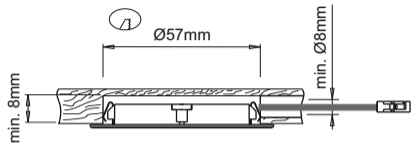

Fig 1
- To flush mount the device, bore a $\varnothing 57\text{mm}$ hole $\geq 8\text{mm}$ deep on the installation surface and then, if necessary, bore a $\varnothing \geq 8\text{mm}$ exit hole for the power supply cable as illustrated in figure 1.
- Für den Einbau der Leuchte eine Bohrung mit \varnothing 57 mm und einer Tiefe von \geq 8 mm auf der Montagefläche ausführen und ggf. für den Austritt des Netzkabels eine Bohrung mit $\varnothing \geq$ 8 mm ausbilden (Abb. 1).
$\varnothing \geq 8\text{mm}$ comme indiqué sur la figure 1.